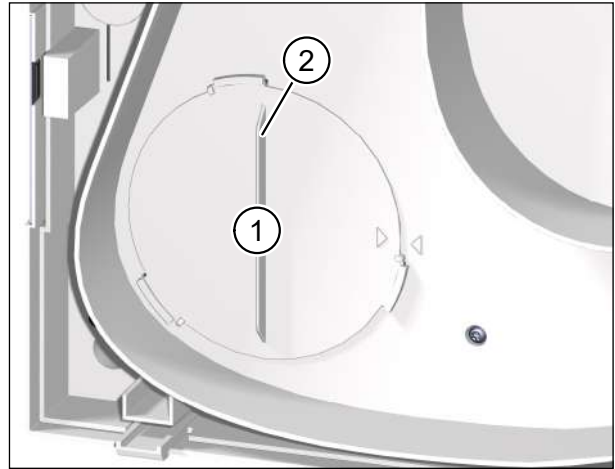

Abb. 7: Außenluftfilter entfernen, Filterdeckel reinigen
- ▶ Drehen Sie den Filterdeckel (Pos. 1 in Abb. 7) an der Griffleiste (Pos. 2 in Abb. 7) gegen den Uhrzeigersinn, bis sich der Filterdeckel aus den Halterungen gelöst hat.
- ▶ Kontrollieren Sie die Position des Filterdeckels. Die Griffleiste muss senkrecht stehen und der Pfeil auf dem Filterdeckel muss mit dem Pfeil der Arretierposition fluchten (siehe Abb. 7 auf Seite 13).